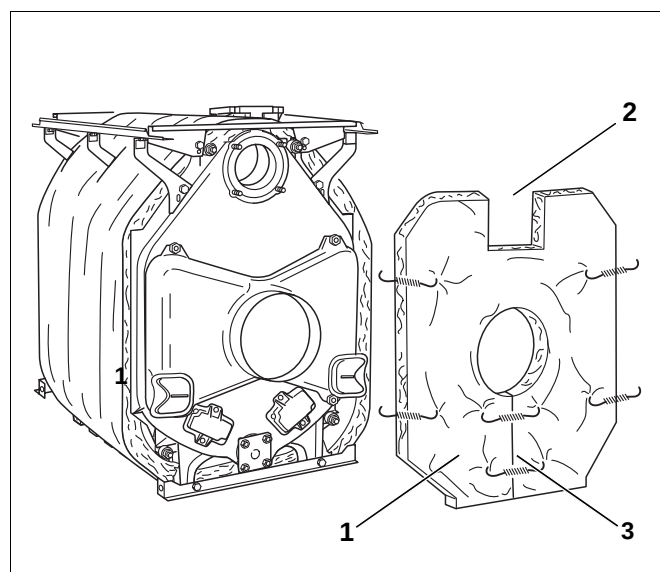

Abb. 48 Hintergliedwärmeschutz montieren
- Hintergliedwärmeschutz (Abb. 48, **Pos. 1**) auf den Abgasstutzen schieben. Dabei muss der Ausschnitt für den Kesselrücklauf (Abb. 48, **Pos. 2**) nach oben zeigen.
- Den Schlitz unterhalb des Abgasstutzens mit einer Spannfeder verschließen (Abb. 48, **Pos. 3**).